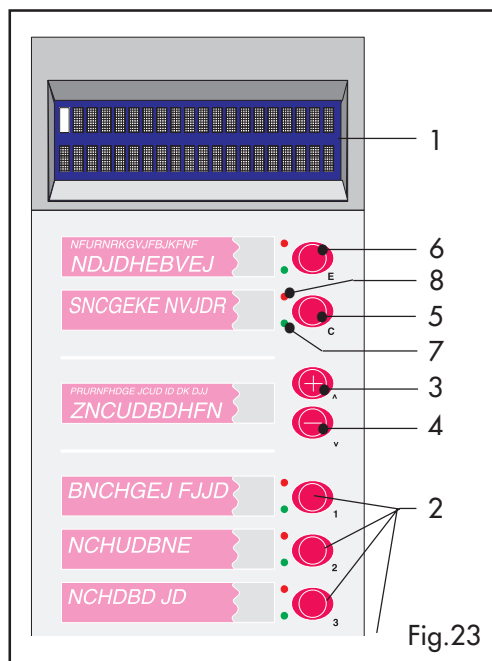

Fig.23
Als u op **ENTER** drukt dan verschijnt er een verlichte cursor onder de eerste letter en als u op de "+" en de "-" toetsen drukt dan kunt u de letter van hoofdletter in kleine letter veranderen. "Hoofdletter" = component wordt toegepast; "Kleine letter" = component wordt niet toegepast. Na elke keuze gaat de cursor als u op **ENTER** drukt op de volgende letter staan. Na afloop van de instelling kunt u uitsluitend de toegepaste componenten laten verstrekken door rechtstreeks op de toets van de gewenste drank te drukken. Als een bepaalde drank uit meerdere instant-producten bestaat dan worden deze componenten, mits toegepast, op volgorde verstrekt. Hetzelfde geldt voor het water voor de instant-product. Om terug te keren naar het vorige menu drukt men enkele keren op de toets **CANCEL** ref. 5 (fig. 23). De instelling gaat weer terug naar de defaultwaarden (s r b O W K v).